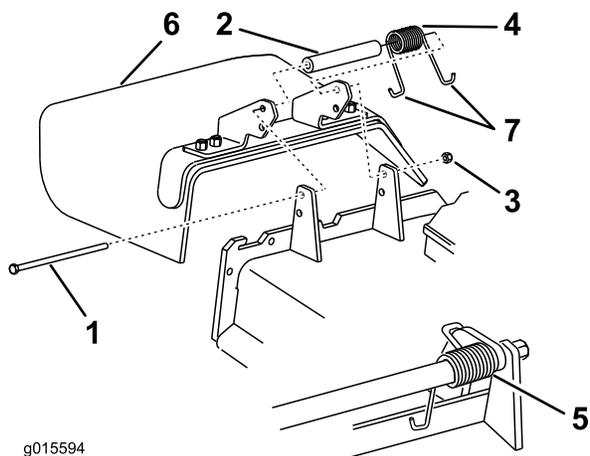

Figura 89
1. Retire a porca de bloqueio, o parafuso, a mola e a cunha que fixam o deflector aos apoios de articulação (Figura 89). Se o deflector de relva estiver danificado ou gasto, retire-o.
Nota: Certifique-se de que está montada uma extremidade em J por trás da extremidade da plataforma antes de colocar o parafuso como apresentado em Figura 89.
3. Coloque o parafuso e a porca. Coloque uma extremidade em gancho J da mola em torno do deflector de relva (Figura 89).